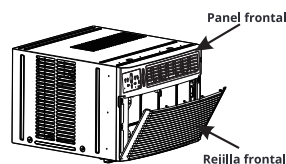

Fig.1
1. Baje la rejilla frontal y retire el filtro. (Consulte la Fig.1).